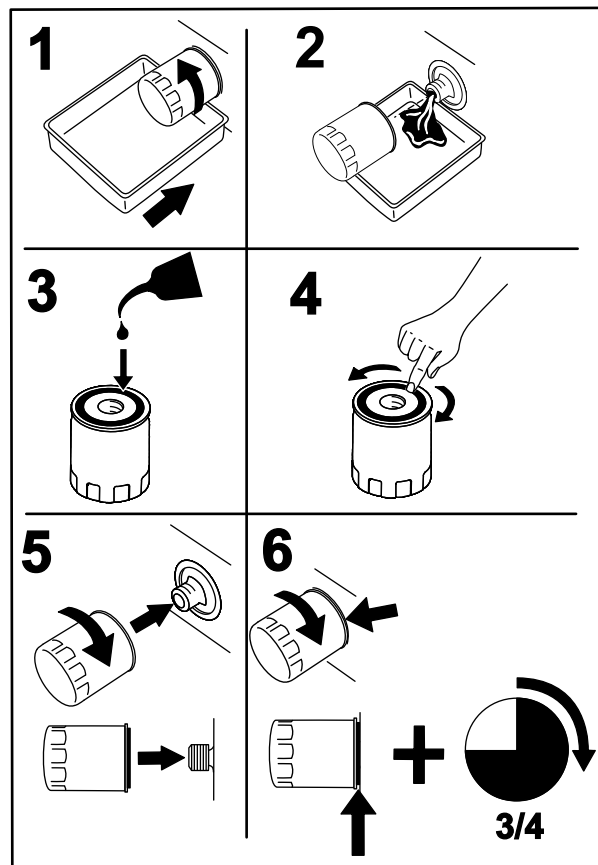

Figura 47
2. Cambie el filtro de aceite del motor (Figura 47).